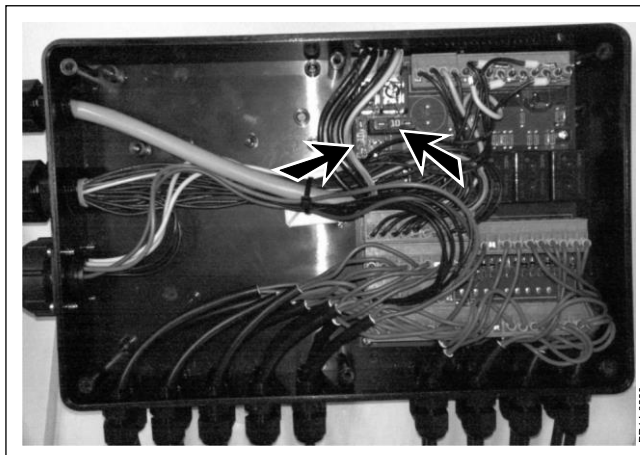

Fig. 7-6
**Fig. 7-6** Der er to 10A sikringer i styringen på maskinen. Sikringerne må kun skiftes til sikringer af samme strømværdi. Servicering, bortset fra skift af sikring, må kun foretages af en autoriseret JF-forhandler /Servicetekniker.